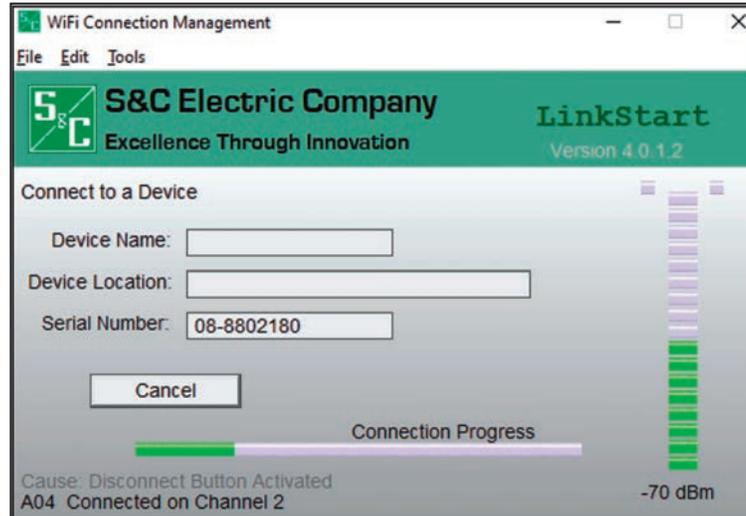

Figura 16. La ventana de diálogo Gestión de Conexiones Wi-Fi.
- (b) Haga clic en el botón **Connect (Conectar)**. Ver Figura 16.